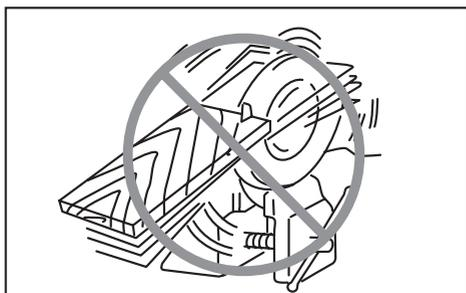

Fig. 7
17. Nunca tente executar um corte com a serra circular presa de cabeça para baixo em uma morsa. Isto é extremamente perigoso e pode resultar em acidentes sérios. (Fig. 7)